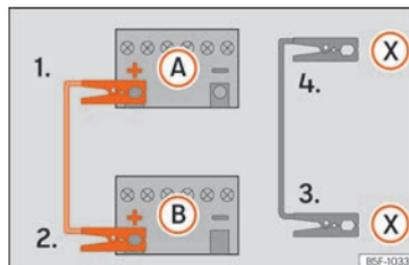

Abb. 69 Anschlusschema für Fahrzeuge mit Start-Stopp-System.
- 4b. *Bei Fahrzeugen mit Start-Stopp-System:* ein Ende des schwarzen Starthilfekabels **(X)** an einen geeigneten Masseanschluss, ein massives, fest mit dem Motorblock verschraubtes Metallteil oder an den Motorblock selbst anklammern »» **Abb. 69.**